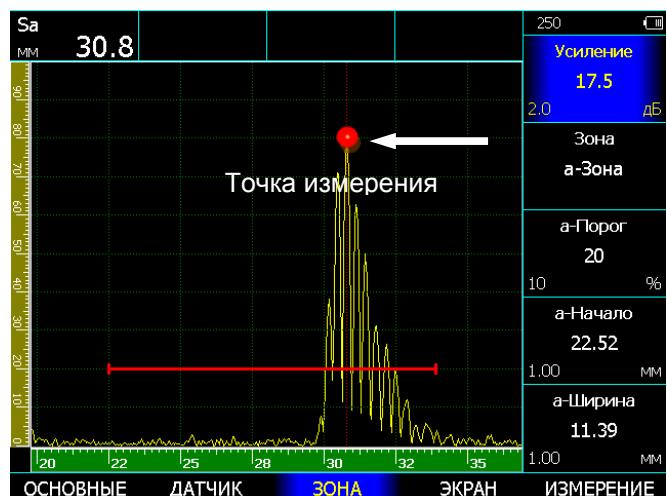

Рис. 3-4 Измерение времени прихода сигнала «по пику»
- время, соответствующее максимальному пику сигнала в зоне контроля (режим – «по пику», рис.3.4)